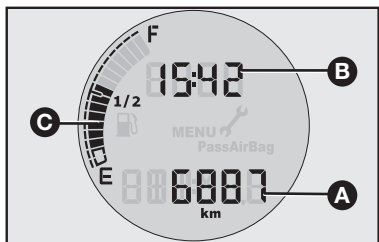

fig. 44
INFORMAÇÕES NO DISPLAY – fig. 44
- Relógio (**B**–fig. 44).
- Hodômetro total (**A**–fig. 44).
- Indicação do nível de combustível (**C**–fig. 44).